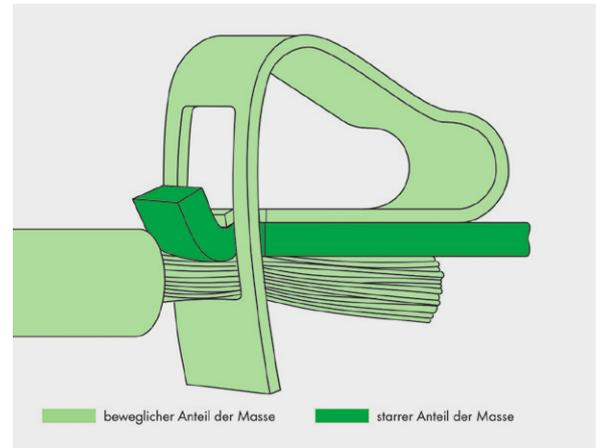

Bild 11: Vibrationsermüdungsbrüche lassen sich durch Sorgfalt bei der Konstruktion vermeiden.
- **Rüttelsicher.** Die bestandene Rüttelprüfung gemäß IEC/EN 60068-2-6 hat die Rüttelsicherheit von CAGE-CLAMP®-Verbindungen belegt. Dabei wurde in drei Achsen ein Frequenzband bis 2000 Hz bei unterschiedlichen Beschleunigungen bis 20g (g: Erdbeschleunigung = 9,81 m/s2) und unterschiedlichen Amplituden bis 20 mm gleitend durchlaufen. Der bewegliche Anteil des Klemmfederkontakts in **Bild 11** wird naturgemäß von den Vibrationen am stärksten beansprucht und muss so ausgelegt sein, dass es nicht zu einem Bruch kommt.